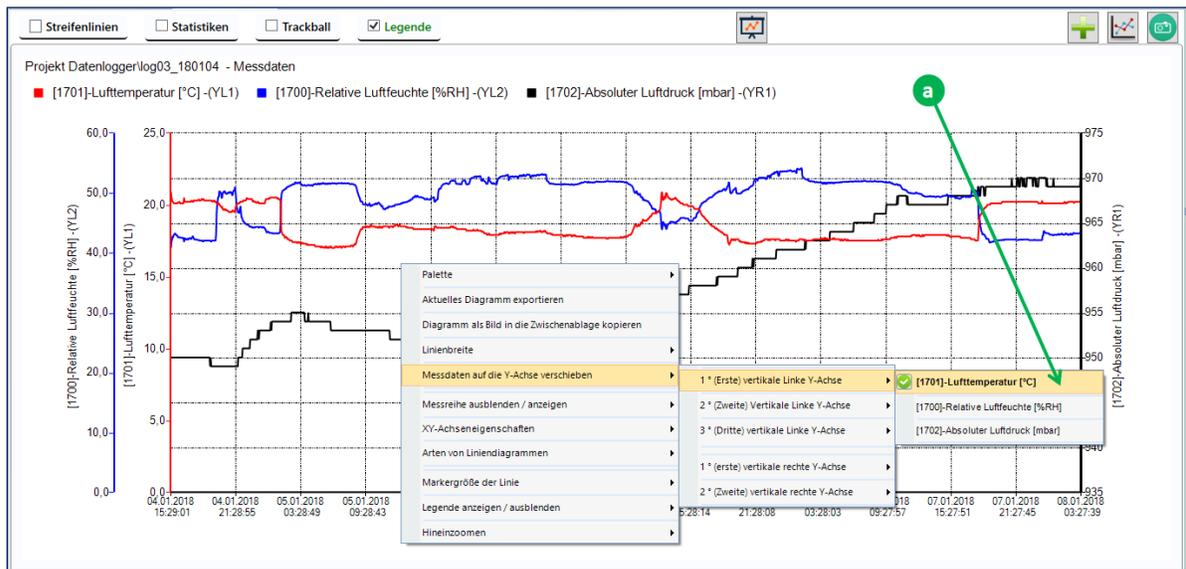

Abbildung 10-7: Menüpunkt "Messdaten auf die Y-Achse verschieben"
Es gibt insgesamt fünf vertikale Achsen, wie in a in Abbildung 10-7 dargestellt. Wenn also fünf Messwerte vorhanden sind, kann jeder Messwert auf einer eigenen Achse dargestellt werden. Auf der linken Seite können maximal drei vertikale Achsen, auf der rechten Seite maximal zwei Achsen angezeigt werden.
- Die Position der vertikalen Achse der dargestellten Messdaten wird durch die zusätzliche Bezeichnung "YLi" oder "YRi" in Abbildung 10-7 wiedergegeben.  $i$  repräsentiert den Index der vertikalen Achse. Die Y-Achsen sind wie folgt beschriftet: